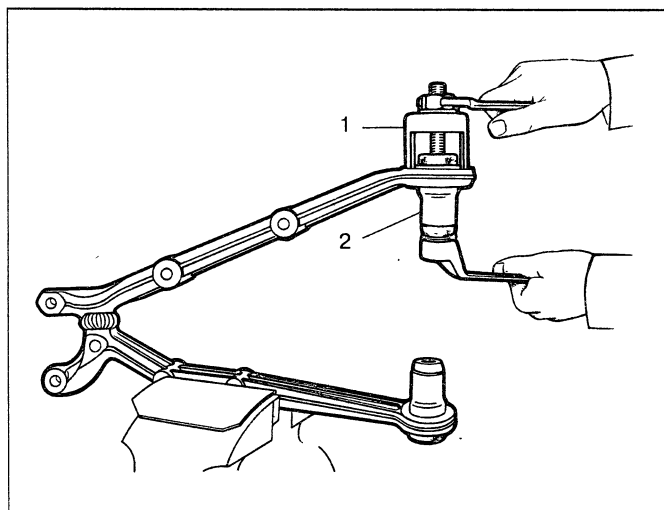

Рис. 4-12. Выпрессовка шарниров нижнего рычага: 1 – приспособление 67.7823.9517; 2 – шарнир
**Нижний рычаг.** Выпрессовку и запрессовку шарнира можно проводить как на прессе, используя приспособление 67.7823.9526, так и при помощи приспособления 67.7823.9517 (рис. 4-12), которое устанавливается на рычаге так, чтобы головка винта приспособления была направлена внутрь. Завертыванием винта приспособления выпрессуйте шарнир: